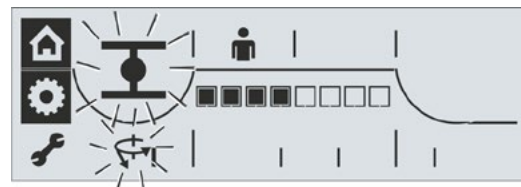

Fig. 2: Menuen Parameter er aktiv
- Bekræft valget: Tryk på Drive Controller. Aktuatoren befinder sig i menuen "Parameter", nøglesymbolet lyser konstant, og symbolet for den første parameter, her udkoblingsmoment i yderstilling LUK (fig. 2), blinker.